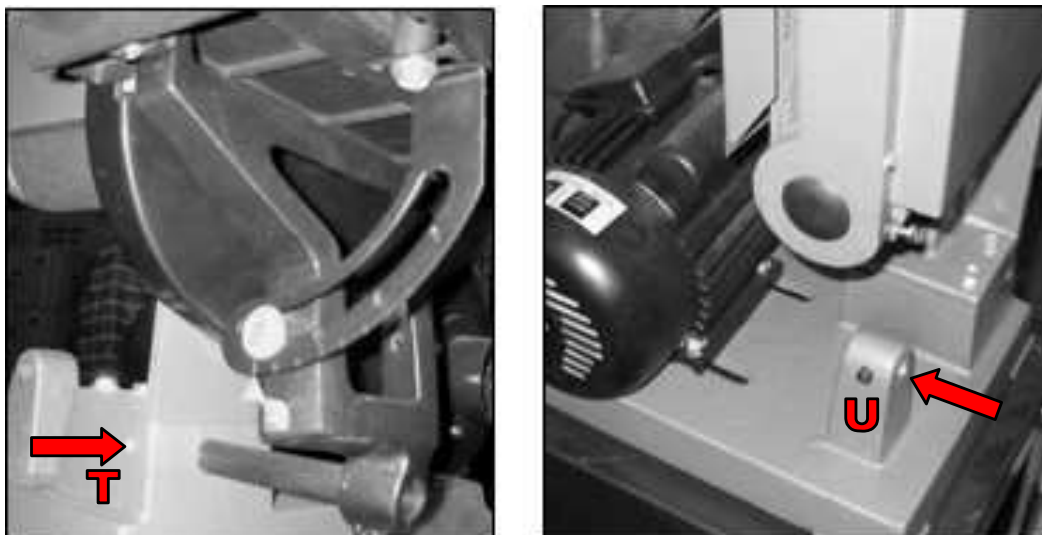

Figura 40 – Montaggio della tavola di lavoro Art. 0662.
4. Serrare il dado di bloccaggio (S) del telaio porta-nastro, ruotandolo in senso orario. A questo proposito, utilizzare una chiave per dadi esagonali.
5. Svitare il grano (T) di bloccaggio dell'asta porta-tavola (figura 40) ed estrarre l'asta per smontare la tavola stessa. A questo proposito, utilizzare una chiave a brugola.
6. Inserire l'asta porta-tavola nel foro del supporto presente sul basamento del corpo macchina di fianco al motore elettrico, come indicato dalla freccia in figura 40.
7. Serrare il grano (U) di bloccaggio dell'asta porta-tavola (figura 40), ruotandolo in senso orario. A questo proposito, utilizzare una chiave a brugola.